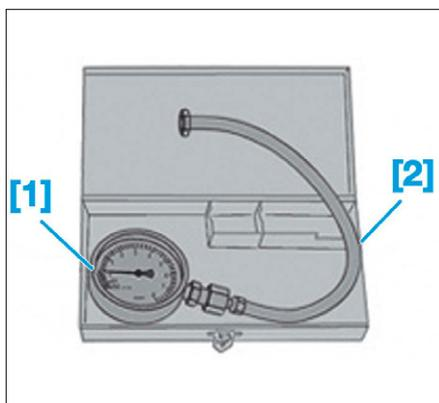

FIG. 27
- [1]. Manomètre pour contrôle de la pression d'huile (mini 4 bars) (réf : 1503-AY du coffret 1503) (Fig.27).